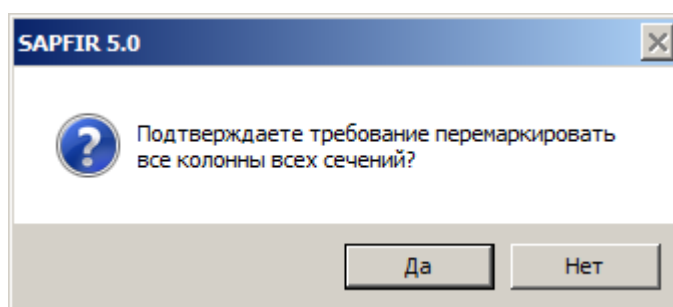

Рис.7.8. Диалоговое окно **SAPFIR 5.0**
- В открывшемся диалоговом окне **SAPFIR 5.0** (рис.7.8) согласитесь с предложением перемаркировать все колонны всех сечений щелчком по кнопке **Да**. В результате для всех колонн заполнится столбец **Марка**.